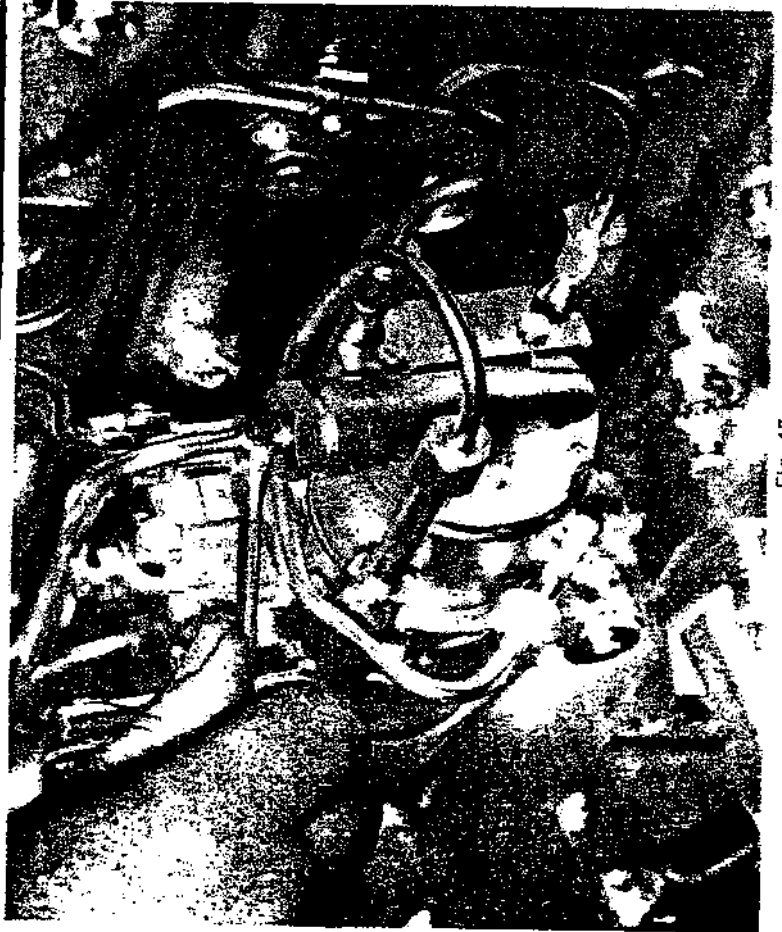

Fig. 17
- Aflojar la tuerca de unión del tubo de entrada en la bomba de inyección (ver fig. 17), accionar la palanca de cebado de la bomba elevadora y resapretar cuando el combustible, libre de burbujas de aire, aparezca alrededor de las roscas.